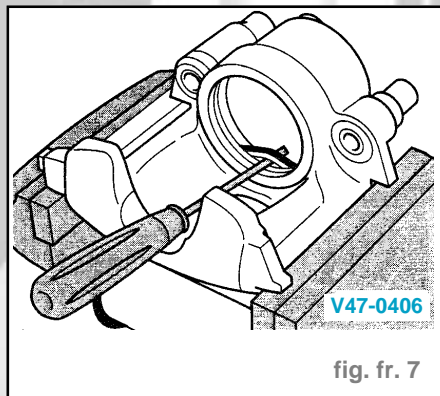

fig. fr. 7
- Déposer la bague-joint avec précaution à l'aide d'un tournevis (fig. fr. 7).
- Déposer la bague-joint avec un tournevis (fig. fr. 7).